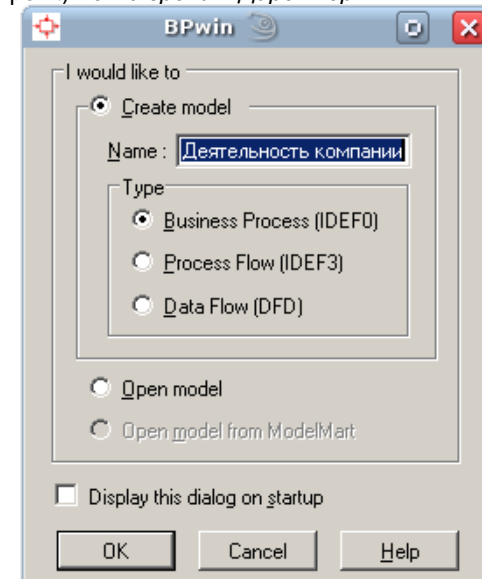

Рисунок 1.1 – Создание модели в BPWin
3. Выберите тип модели *IDEF0* и назовите ее *Деятельность компании* (рис. 1.1).